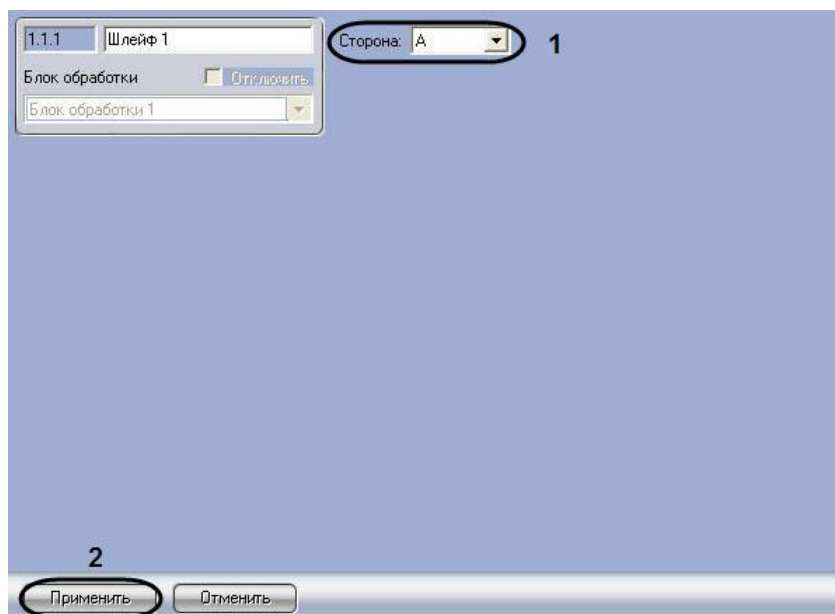

Рис. 2.7-2. Настройка кабеля Stratum
1. Перейти на панель настройки объекта **Шлейф** (Рис. 2.7-2).
2. Из раскрывающегося списка выбрать идентификатор кабеля *Stratum* (А или В), заданный при настройке системы *Stratum* в программе «Site Manager» (см. Рис. 2.7-2, 1).
3. Для сохранения внесенных изменений нажать кнопку **Применить** (см. Рис. 2.7-2, 2).